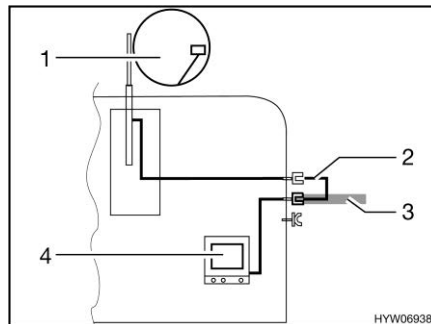

Fig. 151 TV dans le véhicule
- TV dans le véhicule (Fig. 151,4) : Raccord à l'antenne sur le toit (Fig. 151,1) avec câble d'alimentation (Fig. 151,2)
- TV dans le véhicule (Fig. 151,4) : Raccord à l'antenne extérieure (Fig. 151,3)